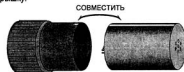

Рис. 3. Установка датчика
- Установить датчик в контейнер, совместив продольную полосу на боковой стенке датчика с ключевым вырезом на торце контейнера, (см. рис. 3). Правильно установленный датчик должен выступать из стакана не более чем на 5-7 мм. Плотнo завинтить крышку.